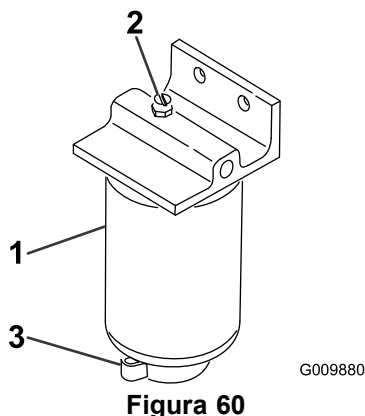

Figura 60
2. Allentate la valvola di spurgo situata nella parte inferiore della scatola del filtro (Figura 60).
1. Pulite la superficie circostante la scatola del filtro (Figura 60).